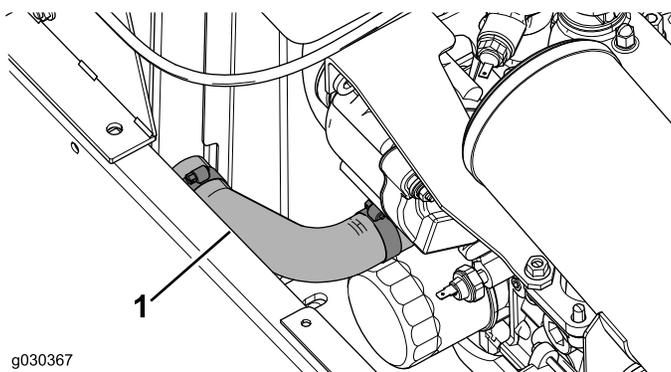

Bild 34
- Entfernen Sie den unteren Schlauch des Kühlers von der Maschine (Bild 34).